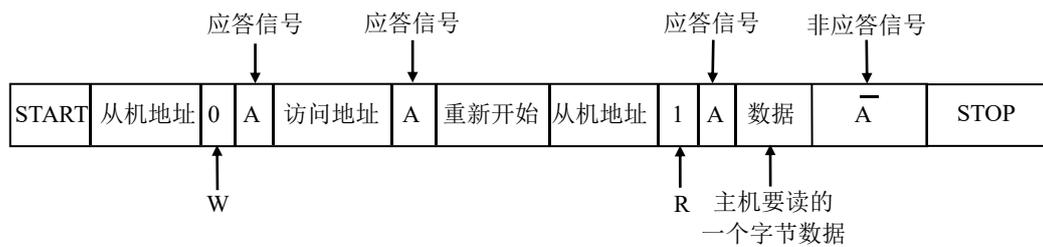

Figure 13-8 主机向从机读写数据 1 个字节数据
如 Figure13-8 所示，主机要从从机读 1 个字节数据时，主机首先产生 START 信号，然后紧接着发送一个从机地址，注意此时该地址的第 8 位为 0，表明是向从机写命令，这时候主机等待从机的应答信号 (A)，当主机收到应答信号时，发送要访问的地址，继续等待从机的应答信号，当主机收到应答信号后，主机要改变通信模式 (主机将由发送变为接收，从机将由接收变为发送) 所以主机发送重新开始信号，然后紧接着发送一个从机地址，注意此时该地址的第 8 位为 1，表明将主机设置成接收模式开始读取数据，这时候主机等待从机的应答信号，当主机收到应答信号时，就可以接收 1 个字节的数据，当接收完成后，主机发送非应答信号，表示不在接收数据，主机进而产生停止信号，结束传送过程。